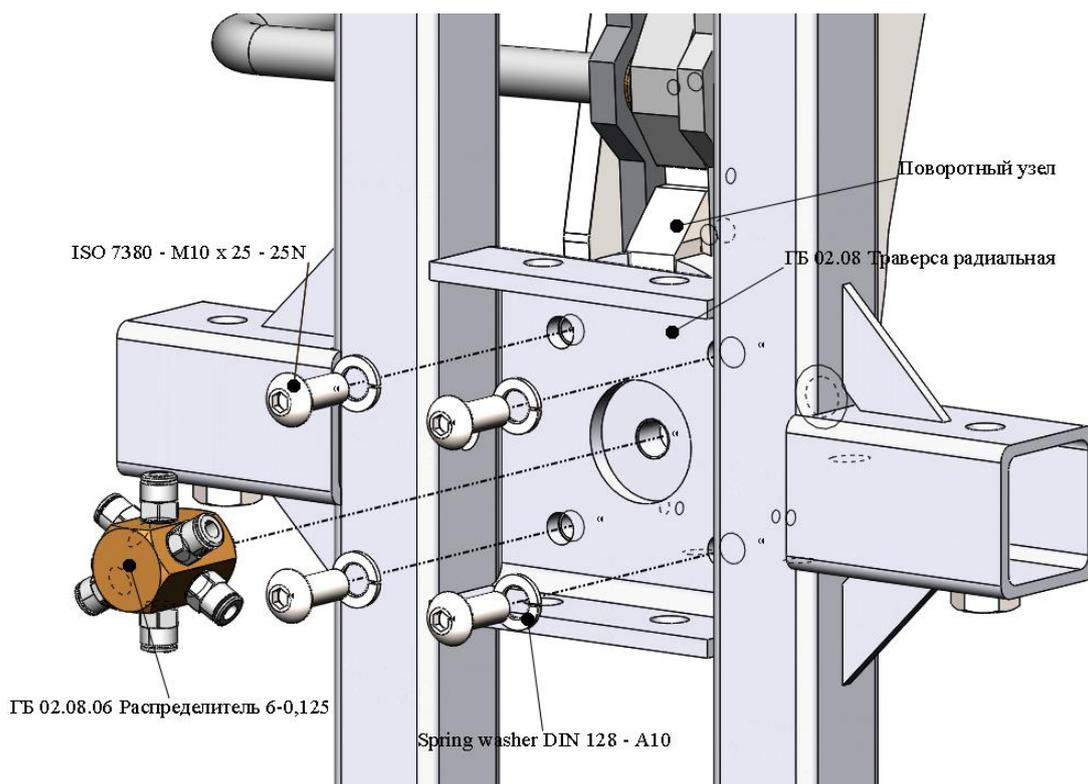

Рисунок 2. Схема установки траверсы радиальной на раму Arlifter GS. Рама и траверса показаны в упрощенном виде.
- 2.3. Установка траверсы производится по схеме на рис. 2.